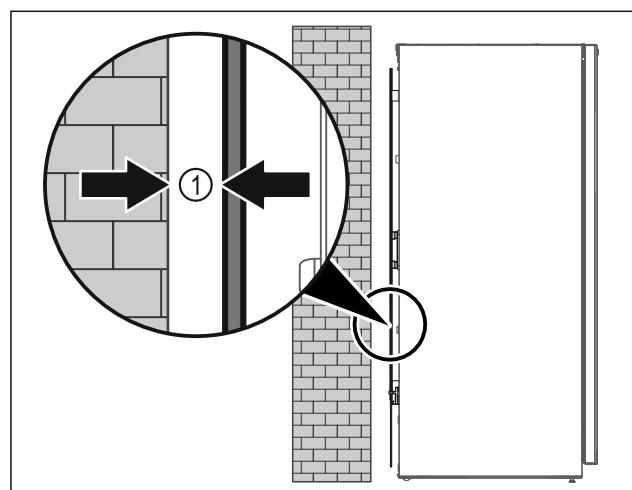

Fig. 10
- Instalați aparatul fie liber în încăpere sau direct la un perete cu o distanță minimă de 5 mm Fig. 10 (1).